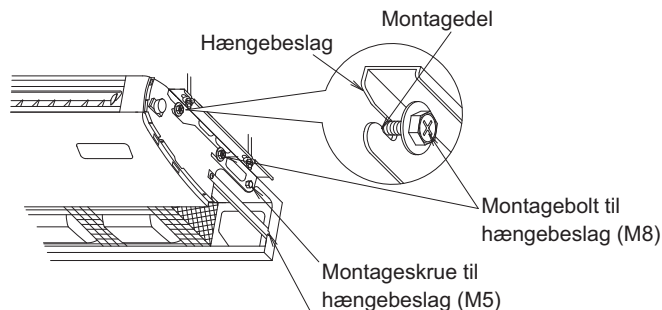

Fig. 11
- (2) Løft indendørsenheden, før den på plads forfra, og hæng boltene (M8) til hængebeslaget i, så enheden hænger midlertidigt. (Se fig. 11)
- (3) Spænd hængebeslagets montageskrue (M5) 2 steder, så de sidder som før.
(Se fig. 11)